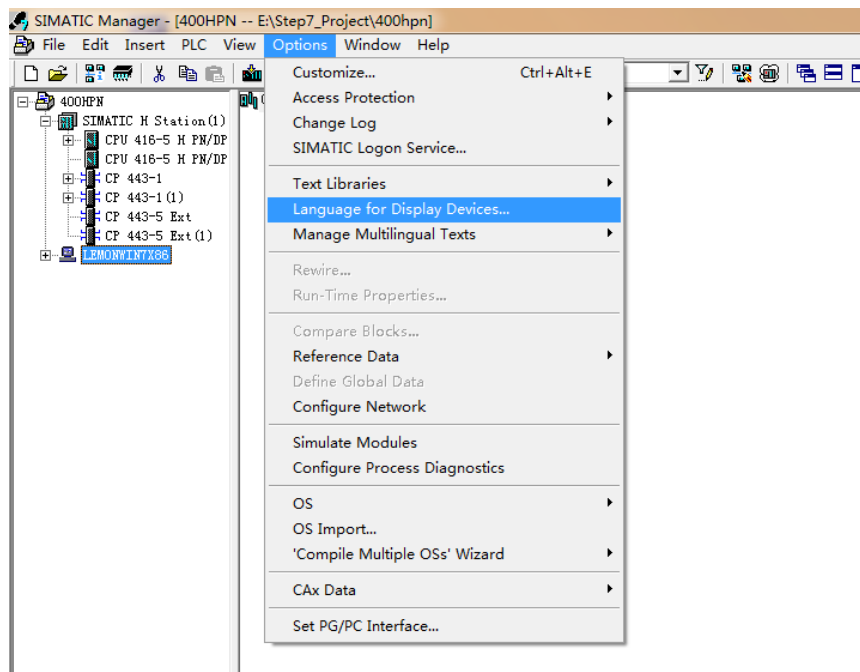

图 9
(A) 因为本例中实用的 STEP7 是欧洲版，需要更改显示设备语言，选择 Options-Language for Display Devices...，如图 9 所示。